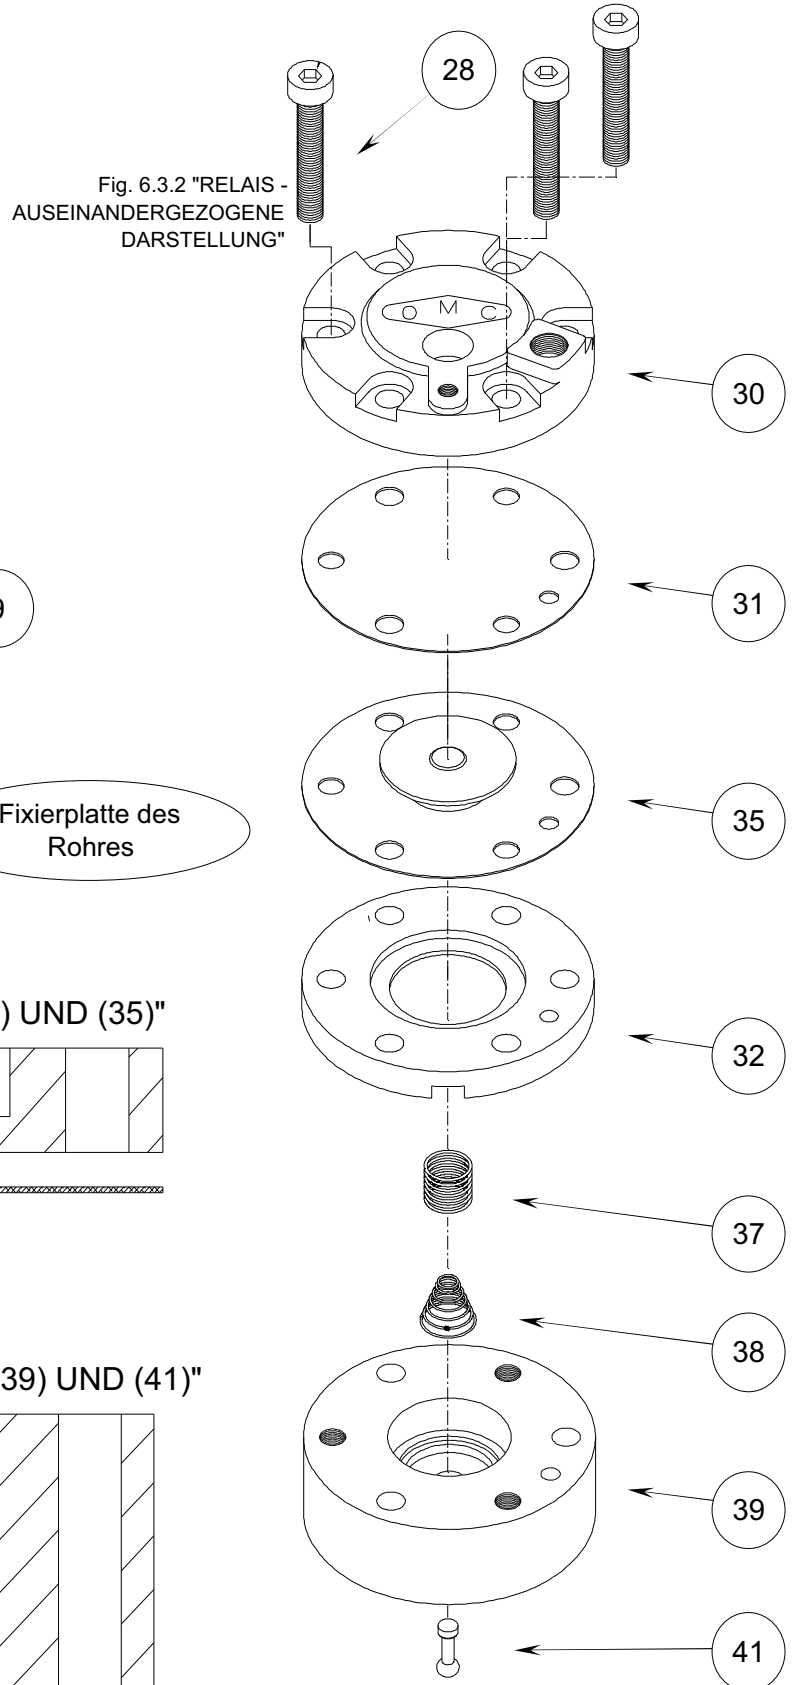

Fig. 6.3.2 "RELAIS -
Die Präsenz von Öl oder Kondenswasser in der zugeführten Luft kann die Reinigung der Membranen (31) und (35) und der inneren Teile des Relais (siehe Fig. 6.3.2) erforderlich machen. Zur Demontage des Relais wie folgendermaßen vorgehen:
- 4) Die drei Sechskantschrauben entfernen (28 Fig. 6.3.2), das Relais zerlegen und die Reinigung oder Auswechslung der Membranen durchführen.
- 5) Das Relais wieder zusammensetzen. Dabei exakt nach der Zeichnung auf Fig. 6.3.2. vorgehen.